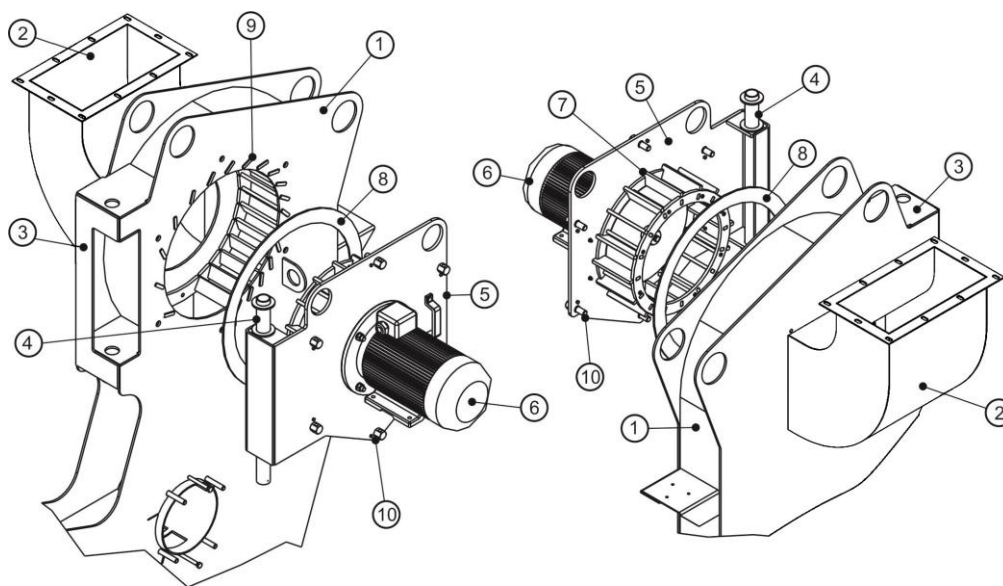

Рис.8
Динамический воздушно-центробежный классификатор (Рис.8) состоит из: корпуса (1), транспортного воздуховода (2), петлевой части (3), к которой посредством оси (4) крепится дверь (5). На двери (5) размещен электродвигатель (6) привода делительного ротора. На оси электродвигателя (6) установлен делительный ротор (7). На внутреннюю поверхность двери (5) наклеена прокладка (8) из пористой резины. В пазах корпуса (1) установлены пластины (9) направляющего аппарата, служащие для разделения материаловоздушного потока и отражения крупных частиц в направлении канала выхода «крупки». В закрытом положении дверь (5) фиксируется прижимами (10).